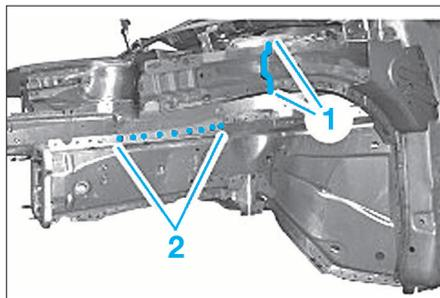
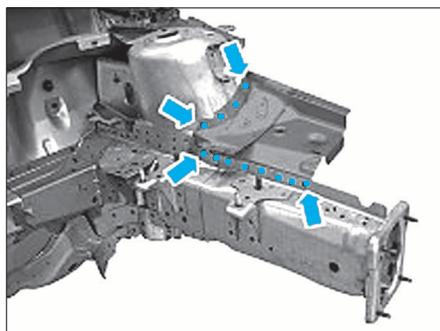

FIG. 12
FIG. 13
- Découper de façon rectiligne le renfort de doublure d'aile (1) (Fig.12).
- Dépointer la partie avant de passage de roue (2) (Fig.12) et (Fig.13).